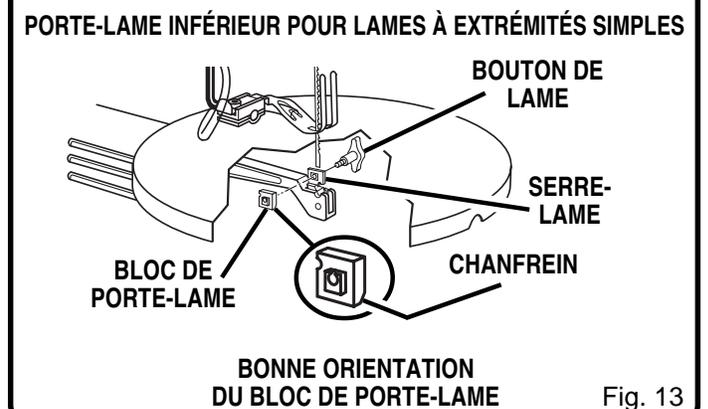

Fig. 13
- Retournez le bloc de porte-lame de 180°, ensuite tournez l'entaille en V de 90° comme l'illustre la figure 13. Le bloc de porte-lame se retrouvera au ras du porte-lame.